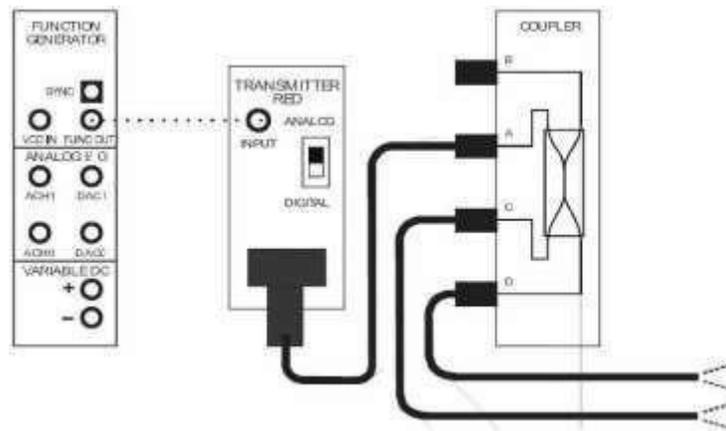

Figura 4.
3. Conectar la salida óptica del transmisor rojo a la entrada A del módulo acoplador-divisor de la izquierda, conectar dos puentes ópticos a los puertos C y D dejando los extremos sin conectar (Figura 4).